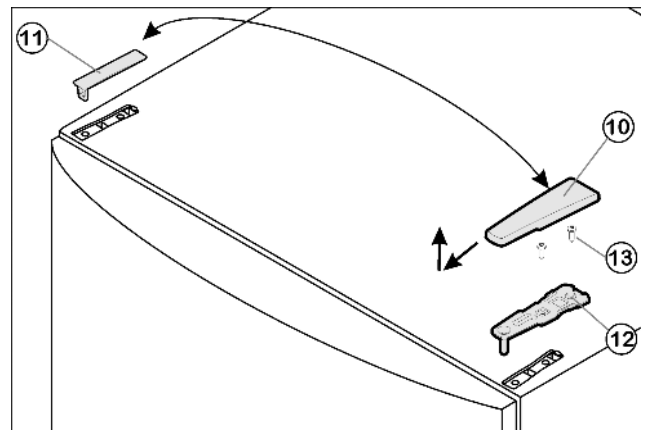

Fig. 4
- ▶ Потяните крышку Fig. 4 (10) вперед и вверх.
- ▶ Снимите крышку Fig. 4 (11).
- ▶ Открутите верхний опорный кронштейн Fig. 4 (12)(2 шт. Torx® 25) Fig. 4 (13) и вытяните вверх.
- ▶ Установите верхний опорный кронштейн Fig. 4 (12) на новой стороне шарнира и защелкните в дверце.
- ▶ Прикрутите верхний опорный кронштейн Fig. 4 (12) (**с моментом 4 Нм**) (2 шт. Torx® 25) Fig. 4 (13). При необходимости сделайте отверстия или используйте аккумуляторную отвертку.
- ▶ Защёлкните крышку Fig. 4 (10) и крышку Fig. 4 (11) на противоположной стороне.